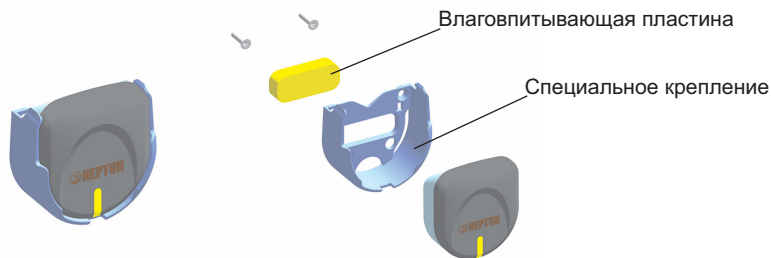

Рис. 10. Установка датчика с дополнительным креплением к стенам, потолку.
- С помощью *специального крепления**, в которое свободно входит датчик, его можно крепить на стенах, потолке и любой другой поверхности (рис. 10).